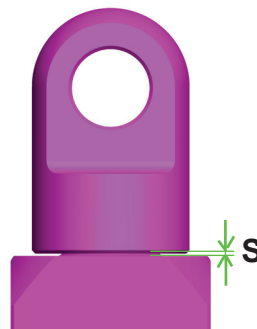

Abb. 8: Maximalspiel „S“
- Das Maximalspiel „S“ zwischen Wirbelbolzen und Aufnahme darf nicht überschritten werden (Abb. 8):
Sind das Maximalspiel „S“ (Abb. 8) oder die Querschnittsveränderungen > 10 % erreicht, muss der Kettenblock außer Betrieb genommen werden. **Eine Instandsetzung ist nicht möglich.**